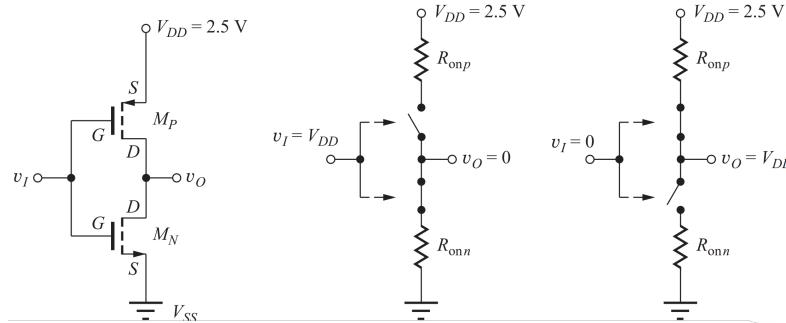

Figura 6.3: Inverter CMOS
**NOTA:** Per capire quale è il pMOS e l'nMOS si guarda la freccia della corrente. Nella Figura 6.3 la freccia che entra nel canale indica il pMOS, quella che esce indica il nMOS. Inoltre il tratteggiato indica un canale ad arricchimento, si deve creare lo strato; il non tratteggiato indica un transistore a svuotamento, il canale lo ha già e al limite lo si toglie abbassando la  $V_{GS}$ . Tutto ciò in elettronica digitale, essendo dispositivi ad arricchimento, per semplicità di disegno la linea del canale la si fa solida.